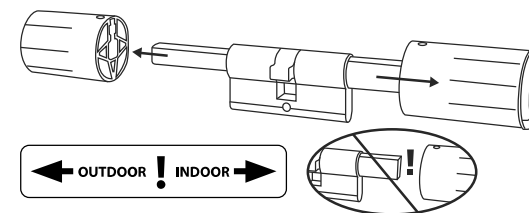

Abb. 3
- 3 Ziehen Sie den Knauf der Außenseite komplett ab und den der Innenseite soweit wie möglich nach hinten (Abb. 3).